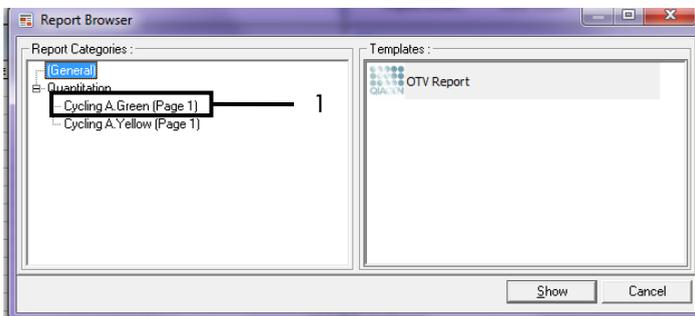

Abbildung 37. Berichtansicht (1 = „Cycling A. Green [Page 1]“ (Seite 1).
9. Klicken Sie in der Berichtansicht unter „Report Categories“ (Berichtskategorien) auf Cycling A. Green (page 1) (Seite 1) (Abbildung 37).